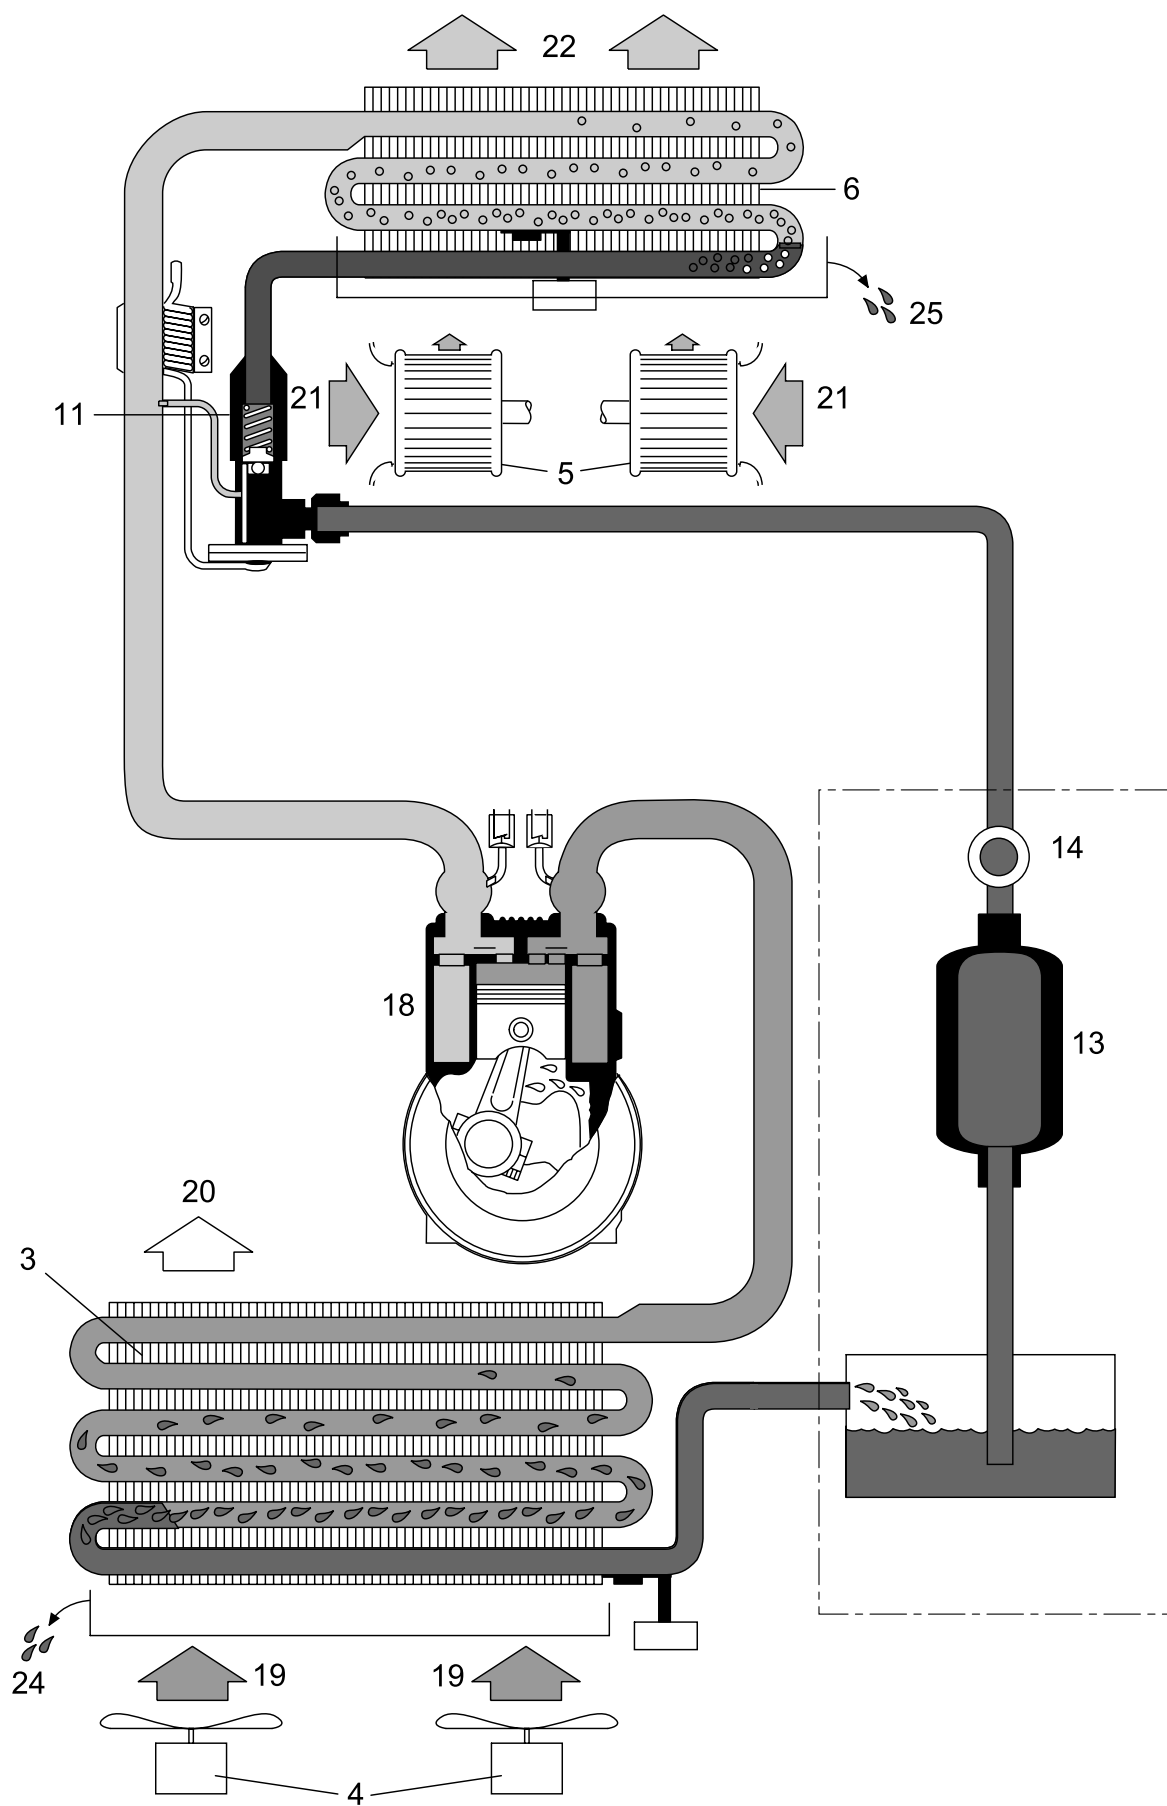
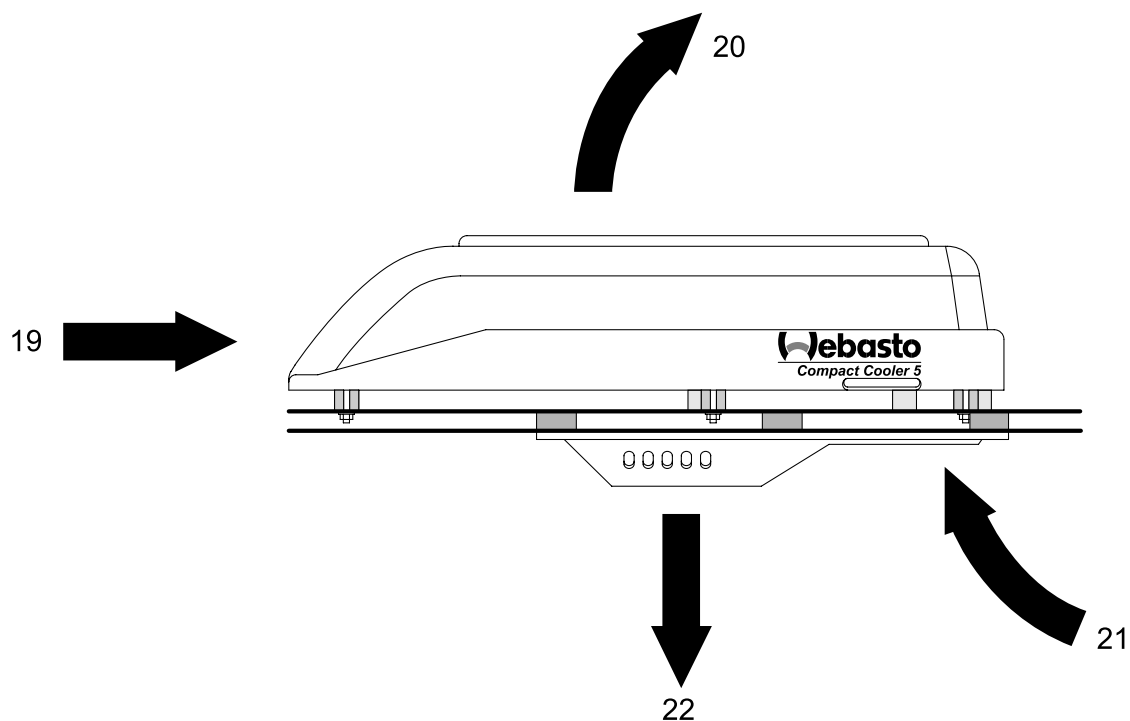

Рис. 2.4
Рис. 2.5
При включении установки кондиционирования клавишным переключателем ВКЛ./ВЫКЛ. на воздухораспределительной панели включается электромагнитная муфта компрессора (18, Рис. 2.4), который приводится во вращение двигателем транспортного средства через ременную передачу. Он сжимает хладагент, находящийся в газообразном состоянии, и подает его в конденсатор (3), где хладагент, отдавая тепло, конденсируется.
Конденсатор отдает выделяющееся при конденсации тепло протекающему через него окружающему воздуху (19 и 20, Рис. 2.4 и Рис. 2.5). Два аксиальных вентилятора (4) обеспечивают достаточный продув воздуха даже при неподвижном транспортном средстве.